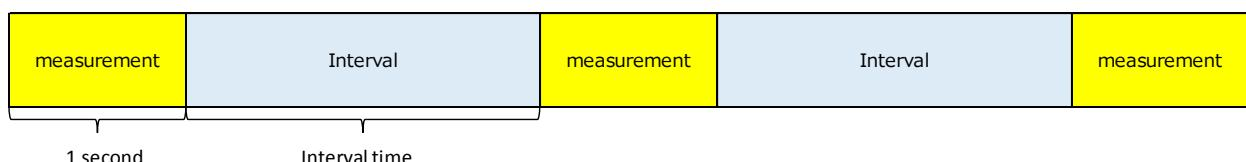

Fig. 11. インターバルモード (Interval mode : intermittent measurement)
- ・パラメータ：インターバル時間 (TINT) を変更することにより、下図の Fig.11 に示すように、各測定間にインターバル時間有するインターバルモード（間欠測定モード）に変更することが可能です。
- Parameter: By changing the interval time (TINT), it is possible to change to the interval mode (intermittent measurement) that has an interval time between each measurement, as shown in Fig. 11 below.